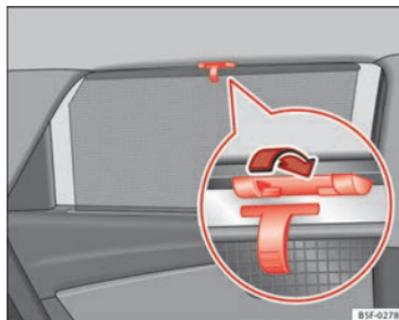

Abb. 69 Hintere Seitenfenster: Sonnenschutz-Rollo
- Ziehen Sie das Rollo aus und hängen es in den Haken am oberen Türrahmen ein ⇒ Abb. 69.